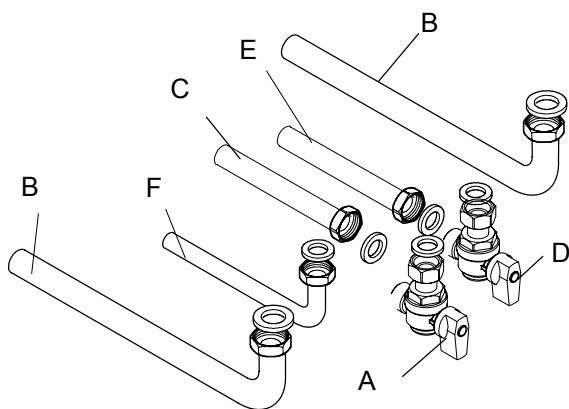

Fig. 5.3
- 4 Fix the gas cock A ( $\frac{3}{4}$ " ) to the boiler using the  $\frac{3}{4}$ " gasket (Fig. 5.3)
- 4 Присоедините газовый кран А ( $\frac{3}{4}$ " ) к котлу, используя прокладку на  $\frac{3}{4}$ " (рис. 5.3)